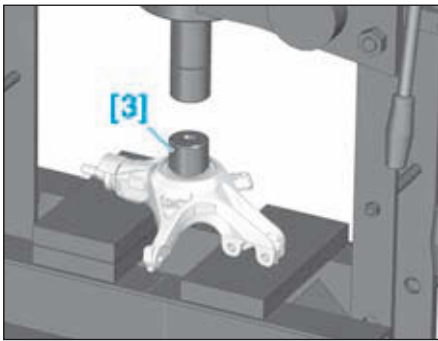

FIG.32
• Placer et caler le pivot sur une presse hydraulique et extraire le roulement du pivot à l'aide de l'outil [3] (Fig.32).